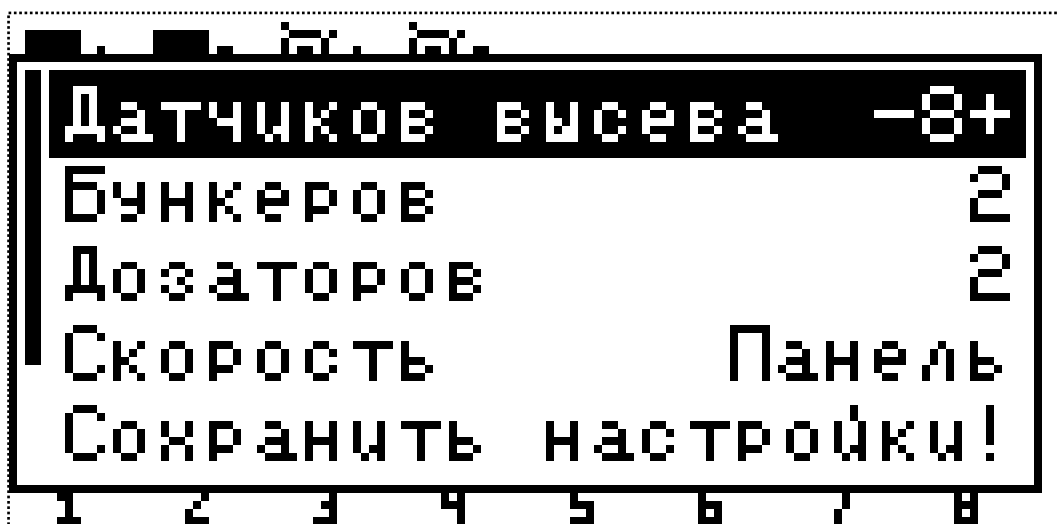
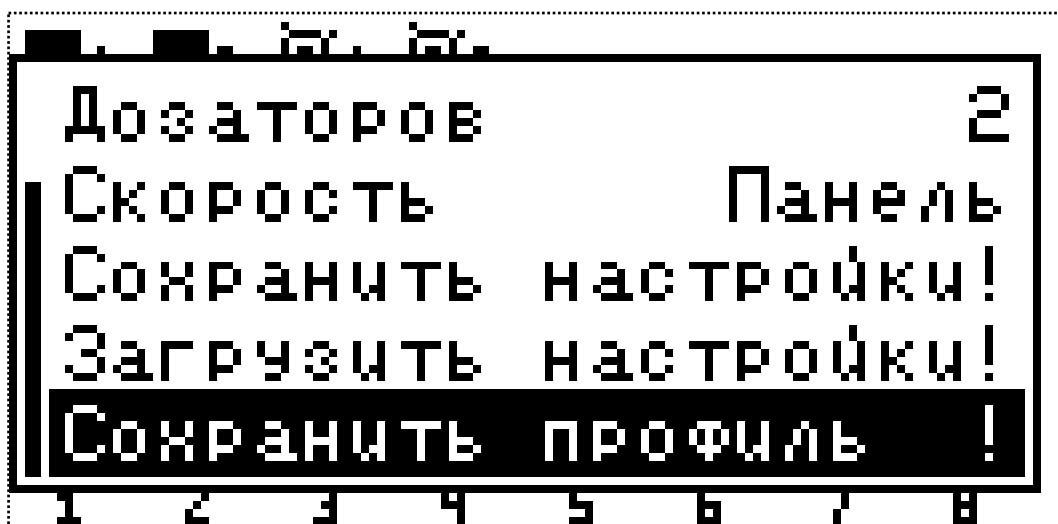

Рисунок 17 Профиль
Рисунок 18 Профиль (продолжение)
9.4.1. Профиль – вызывает вложенное меню, позволяющее настроить состав и количество датчиков системы контроля высева. Вложенное меню содержит семь параметров, см. «Рисунок 17», «Рисунок 18»: